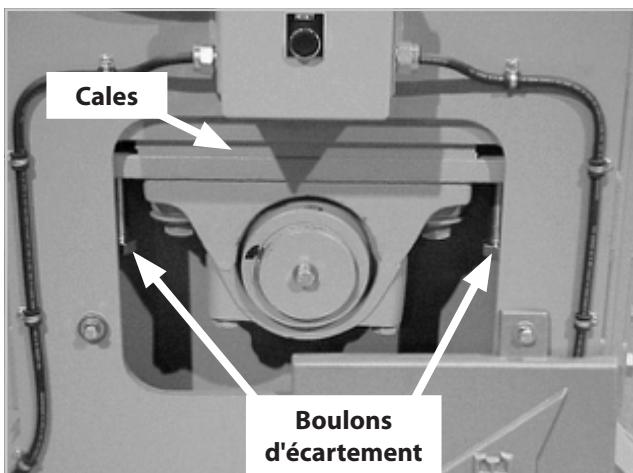

Figure 70
Étape 3. Serrer les boulons d'écartement pour créer un écart sous la plaque de montage du coussinet (Figure 70).
Étape 4. Retirer ou ajouter des cales selon le besoin (Figure 70).